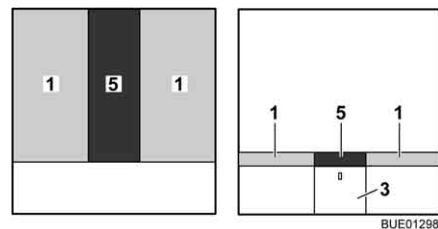

Fig. 119 Dopo la trasformazione
- Posizionare il cuscino aggiuntivo (Fig. 119,5) tra i materassi (Fig. 119,1).